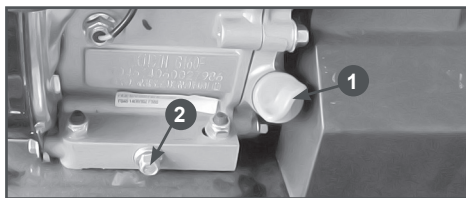

Рис.28 Замена моторного масла
1. Извлеките масляный щуп(1) (Рис.28) из заливной горловины.
2. Открутите сливной болт(2) и слейте масло в подходящую емкость.